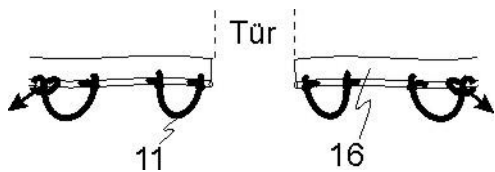

Abb. 8.1
Richtige Einstellung von Gummiseilen (Abb. 8.1 bis 8.4)
Durch die Gummiseile (11) wird der Cabrio Dome auf dem Schwimmbecken verspannt! (Abb. 8.1) Im Keder (16) sind mehrere Löcher vorhanden. An die ersten zwei Löcher, rechts und links von der Tür wird jeweils ein Gummiseil (11) angeknüpft. Andere Gummiseile (11) an die zwei Löcher, die sich über einen Haken (13) befinden, durchstecken und an Keder verknoten. (Abb. 8.2) Den zweiten Knoten nicht zu fest zuziehen, damit das Gummiseil eventuell noch verstellt werden kann. Die Haken (13) befinden sich immer in der Mitte – bitte, das Bild beachten. (Abb. 8.3) Ist das nicht der Fall, das Gummiseil (11) auf neue Löcher anknüpfen!! Ausnahme sind nur die ersten Haken (13) rechts und links von der Tür.